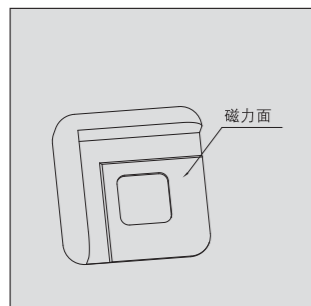
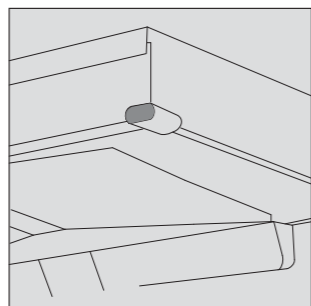

图5
图6
10. 安装防撞配件：先确定防撞配件磁力面（如图5所示），再将防撞配件贴在吸油烟机角部（如图6所示）。